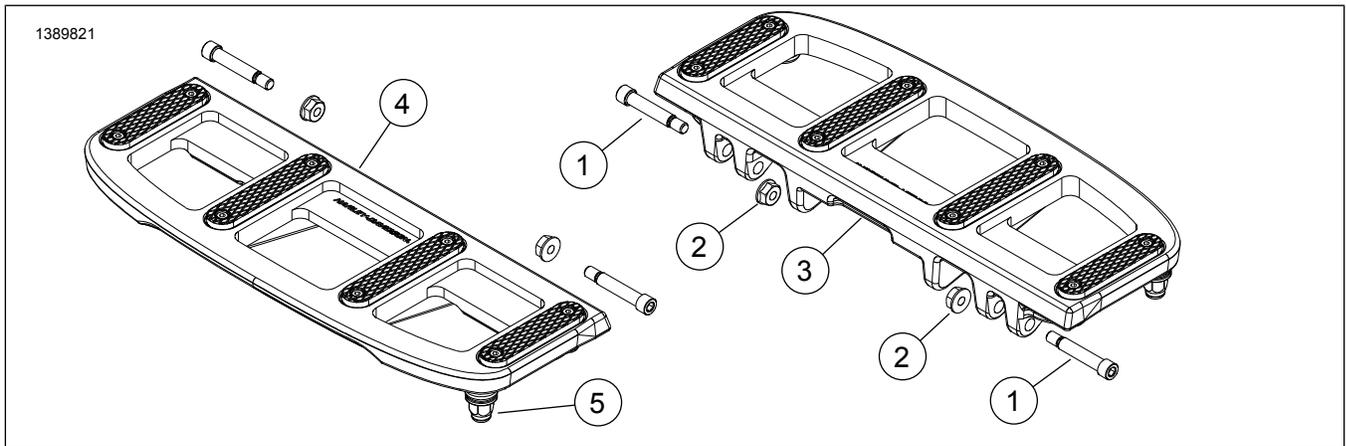

Figure 1. Contenu du kit : Composants du repose-pied du motard
1. Figure 1 Placer le repose-pied approprié sur les supports de montage. L'embout anti-usure doit être orienté vers l'arrière du véhicule.
2. Alignez les trous et installez les vis pivotantes (1) et les contre-écrous (2).